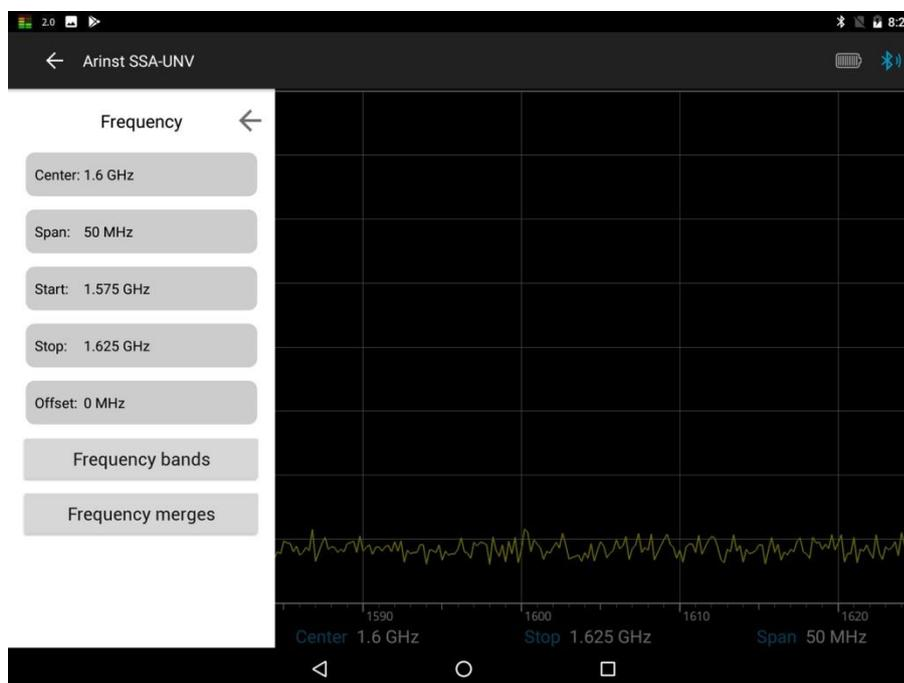

Рисунок 78 – Выбор режима «склейки» диапазонов.
9.5.1. Для одновременного отображения нескольких частотных диапазонов на экране планшета/смартфона, войдите в меню управления рабочим диапазоном частот **Frequency**, и выберите вкладку **Frequency merges**, рисунок 78.